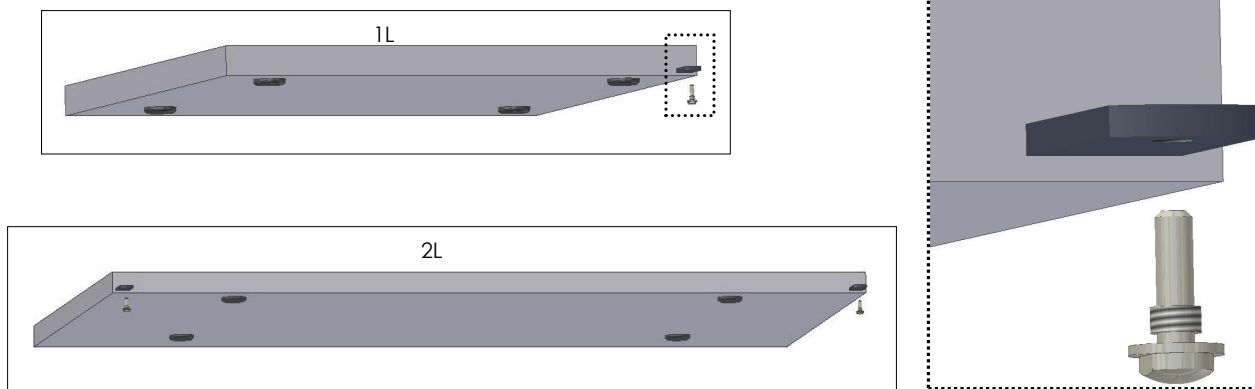

Fig. 1
- Collocare i **perni inferiori** nella levetta di fissaggio della porta (Fig.1);